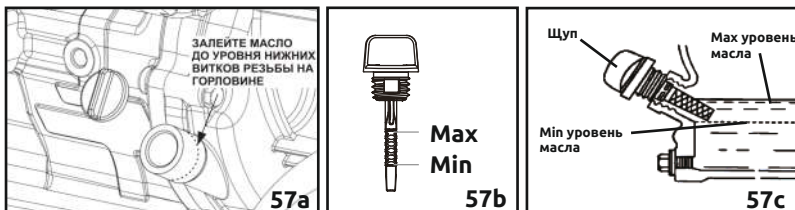

Рисунок 57 - Уровень масла
- Постепенно заливайте масло в отверстие, периодически проверяя его уровень. Уровень масла будет достаточным, когда он дойдет до резьбы на горловине картера (рис.57).